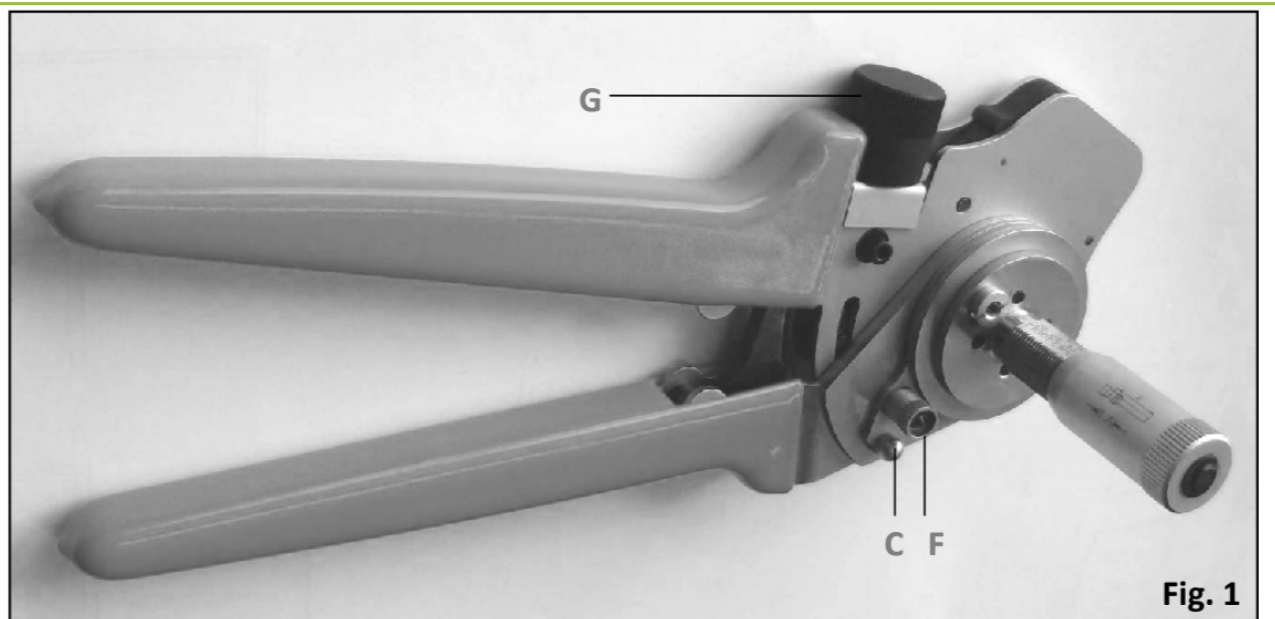

Fig. 1
- Place the connector insert on the crimper (Fig.1). The threaded pin on the crimper must align with the vacated hole in the connector insert.
- Kontaktaufnahme auf Crimpzange auflegen (Fig.1), Gewindestift der Zange muss mit freigemachter Bohrung der Kontaktaufnahme übereinstimmen
- Open the connector insert with the sliding lever (Fig.1/C).
- Close the sliding lever (Fig.1/C) to a point where the connector has only limited play when moved.
- The locking screw (Fig. 1/F) can hold the selected setting for additional connectors with the same dimensions.
- Find the feed value in the settings matrix and use the setting dial (Fig.1/G) to adjust the crimper.
- Zange öffnen • Kontaktaufnahme mit Schiebehebel (Fig.1/C) öffnen
- Schiebehebel (Fig.1/C) so weit schließen, dass der Kontakt mit nur geringem Spiel bewegt werden kann
- über die Feststellschraube (Fig.1/F) kann die gewählte Einstellung für weitere Kontakte gleicher Abmessung festgestellt werden
- aus Einstellmatrix Zustellwerte der Crimpdorne entnehmen und über das Stellrad (Fig.1/G) der Zange einstellen